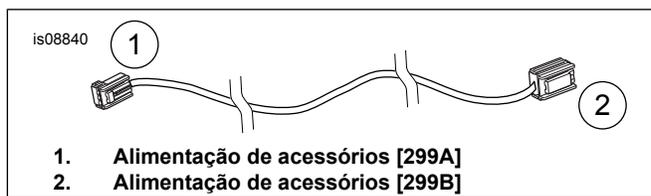

Figura 6. Chicote de fios, jumper
- c. Instale o jumper 69201545 (veja Figura 6) na outra extremidade do 69200921 "Y" dentro da carenagem. (Se um jumper 69201545 já estiver instalado no veículo, avance para "e". Não instale mais de um jumper 69201545 jumper.)